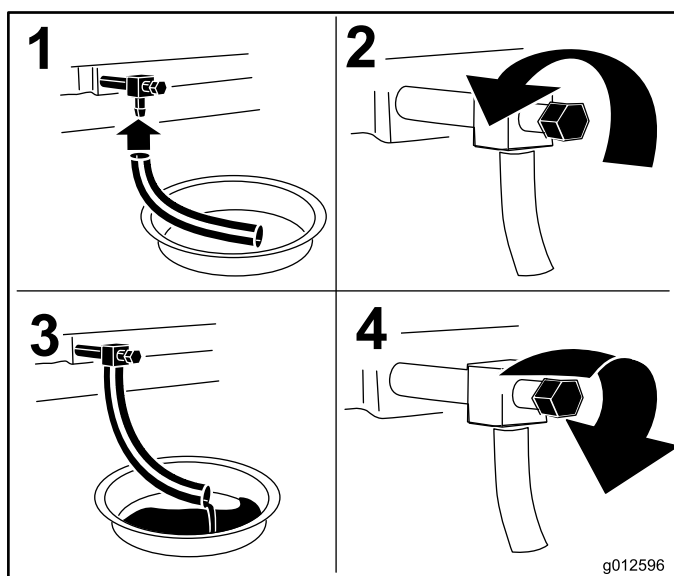

Figura 44
3. Prima di scendere dal posto di guida dell'operatore, spegnete il motore, togliete la chiave di accensione e attendete che si fermino tutte le parti in movimento (Figura 44).
4. Cambiate l'olio motore come mostrato in Figura 44.